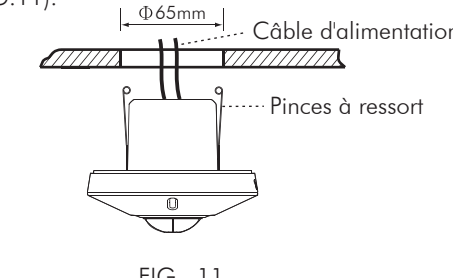

FIG. 11
- 3.4.2.4 Rapprochez les deux pinces à ressort du détecteur et insérez le détecteur dans le trou que vous avez fait dans le plafond (Voir FIG.11).